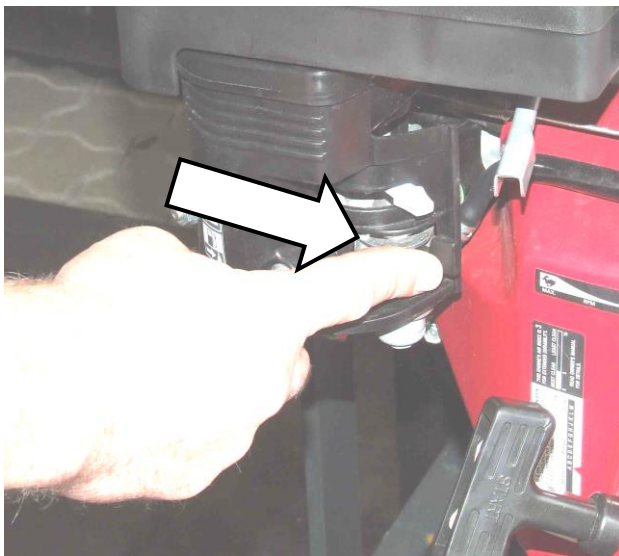
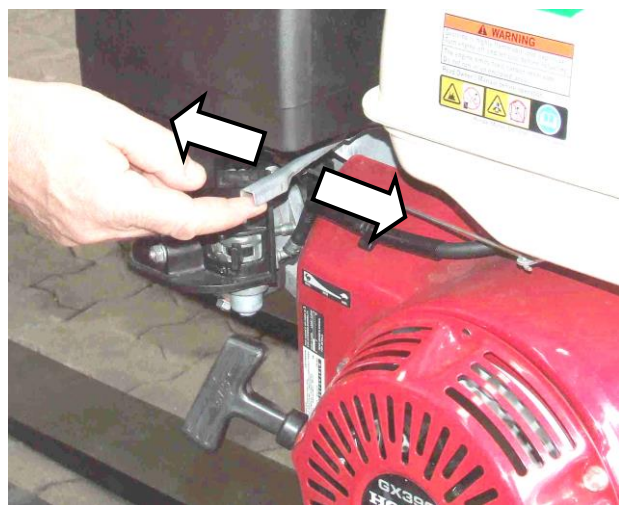

Fig. 2
Fig. 4
- Aprire il flusso di carburante (Fig. 2)
- Avviare il motore Honda (Con avviamento elettrico (1)). Mettere l'interruttore su "ON" (↘). Inserire e girare la chiave (↙)
- O avviare il motore Honda tirando (con Potenza) la fune di avviamento (2). (vedi dettagli nel manuale Honda)
- Regolare la velocità del motore (Fig. 4)